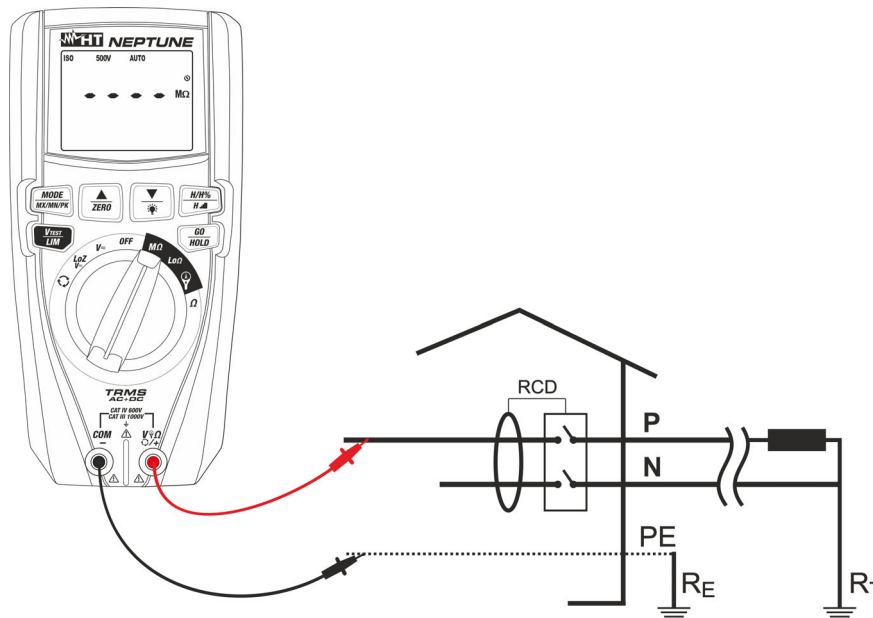

Fig. 15: Utilisation de l'instrument pour mesurer la résistance d'isolement en mode AUTO
7. Introduire le câble rouge dans la borne d'entrée **V Ω +/+** et le câble noir dans la borne d'entrée **COM/-** et les éventuelles bornes crocodiles et brancher l'instrument à l'installation objet du contrôle (voir Fig. 15)